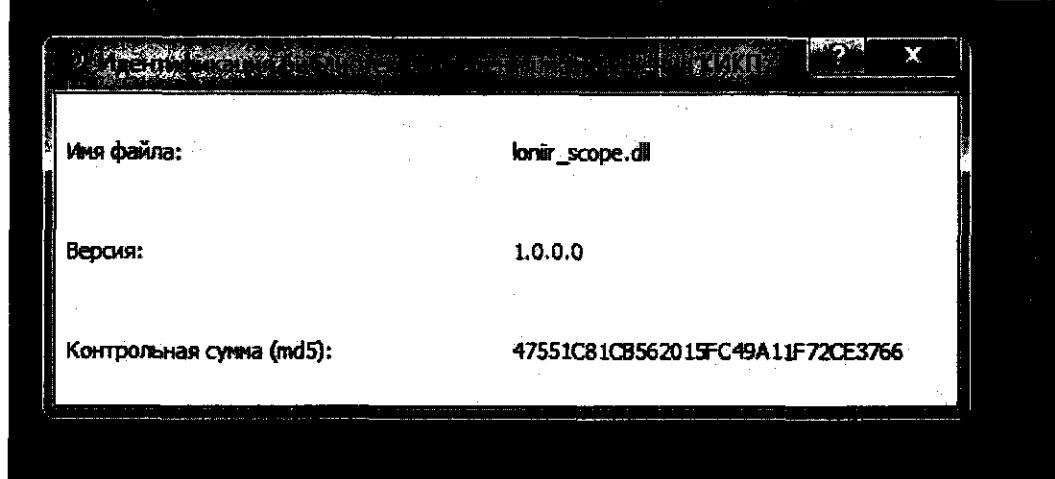

Рисунок 1 – Версия и контрольная сумма библиотеки измерения и управления
- на экране должно появиться окно (см. рисунок 1) с идентификационными признаками библиотеки измерения и управления КИКП:
Собирают основную схему измерений во временной области, представленную на рис.1 Приложения к настоящей методике. Подключают генератор высокочастотных сигналов к входам комплекса измерения и приема.